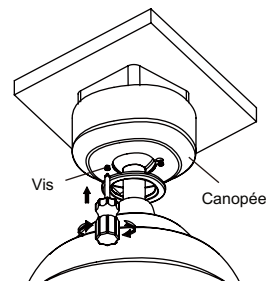

Fig. 18
Étape 2. Réinstallez la vis d'épaule qui a été précédemment enlevée sur la page 8 étape 2, puis resserrez deux vis d'épaule solidement. (Fig.18)